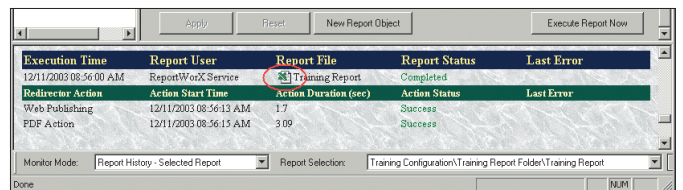
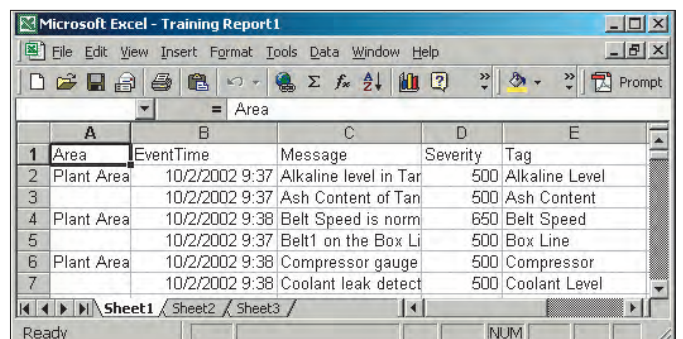

Рис. 33. Успешное исполнение отчёта — мониторинг результатов операции
Рис. 35. Просмотр рабочей книги Excel с отчётом
2. Для проверки правильности исполнения отчёта нажмите кнопку **Monitor View**  на панели инструментов **Конфигуратора**. При этом в нижней части окна **Конфигуратора** будет выведена панель просмотра результатов исполнения отчётов (Monitor View), как показано на рис. 33.
4. При нажатии на кнопку , как показано на рис. 33, будет открыто окно MS Excel с файлом отчёта (рис. 35).